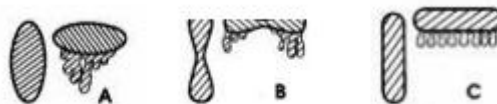

Рисунок 2. Форма полученного пятна
- Форма факела должна соответствовать поз. С (рис. 2):